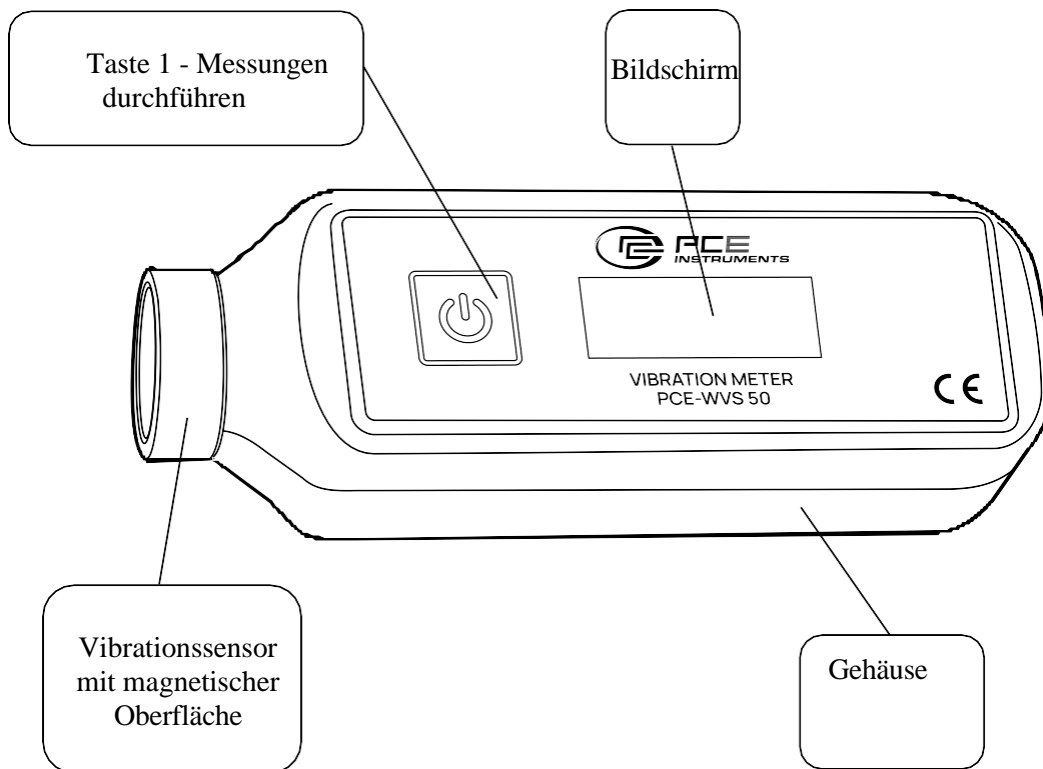

Abbildung 1.1 - Gesamtansicht des Geräts
**1.3.1 Die Gesamtansicht des Geräts ist in Abbildung 1.1 dargestellt.**
Um mit dem Gerät zu messen, halten Sie es mit dem Schwingungssensor senkrecht auf die zu messende Oberfläche und halten Sie die Taste 1 gedrückt (Abb. 1.1). Auf dem Bildschirm des Geräts erscheinen die Vibrationsmesswerte.